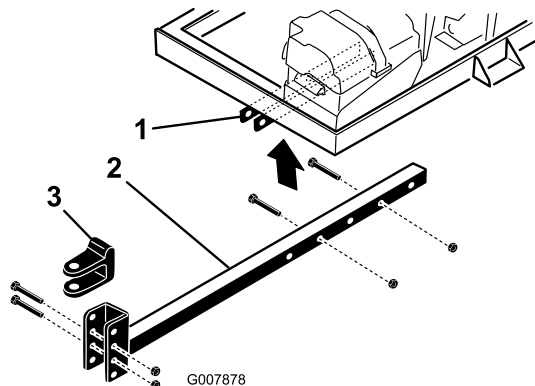

图 4
2. 将挂钩管插入机架支架图 4。用 2 个螺栓 $\frac{3}{8}$ x 3 英寸和凸缘螺母 $\frac{3}{8}$ 英寸将挂钩管固定到机架上并上紧扭矩至 40N·m。
- 卸下将挂钩 U 形销图 4 固定到挂钩管上的螺栓和锁紧螺母。
- 卸下将挂钩管固定到机架支架的螺栓和螺母图 4。